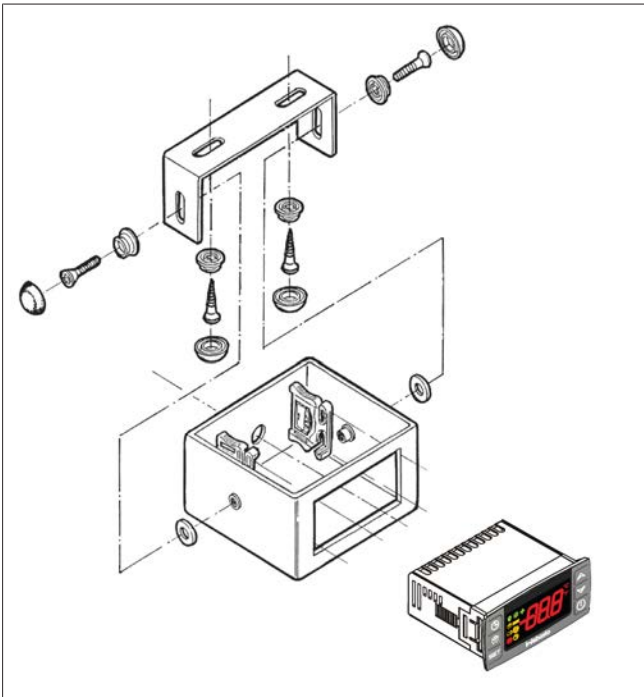

Fig. 22 Carcasa para el panel de mando
1. Instale la carcasa tal y como se muestra en la Fig. 22.